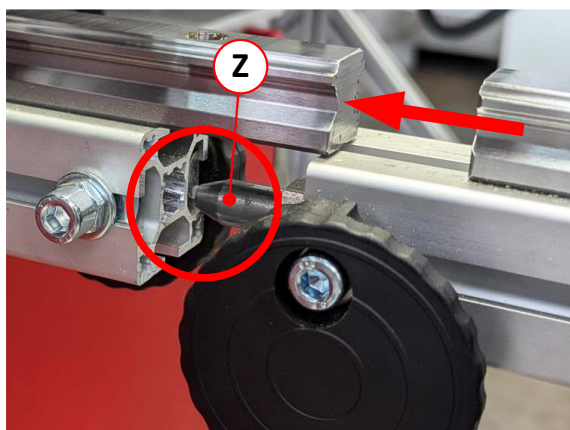

Figure 13 : boulon de centrage (Z) et trou de réception
7. Pousser ensuite l'élément séparé complètement et à fleur contre le châssis fixe, de sorte que le boulon de centrage (Z) montré sur la ⇒ Figure 13 soit introduit dans le trou de réception du châssis fixe.